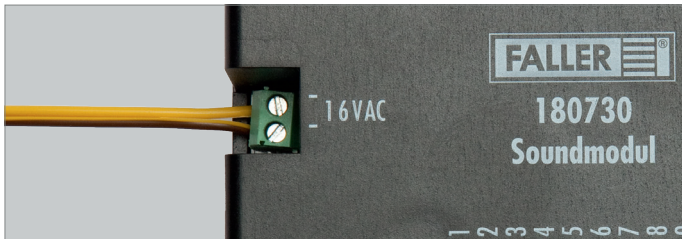

Abb. 2: Soundmodul anschließen
- ▶ Schließen Sie das Soundmodul an 16 V Wechselspannung an, siehe Abb. 2.